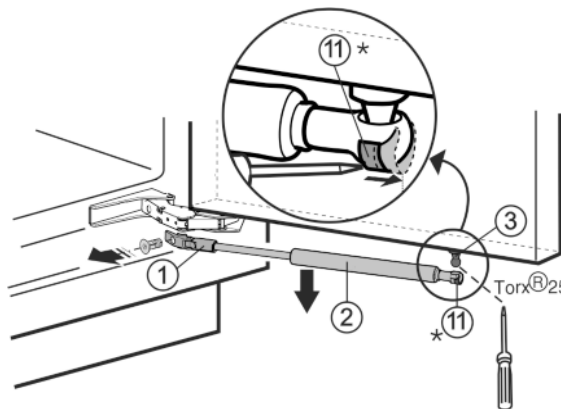

Fig. 1
▶ За допомогою викрутки посуньте натяжну пружину Fig. 1 (11) назовні.*
▶ Зніміть демпфер Fig. 1 (2) униз.
▶ Відкрутіть фіксований Fig. 1 (1).
▶ Викрутіть сферичну цапфу Fig. 1 (3) (Torx® 25).